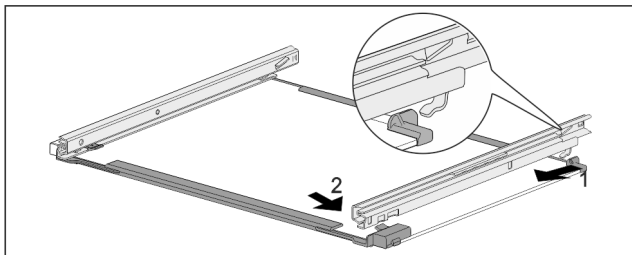

Fig. 108 Glassplate med skinner
- ▶ Hekt inn skinne bak. Fig. 108 (1)
- ▶ Hekt inn skinne foran. Fig. 108 (2)